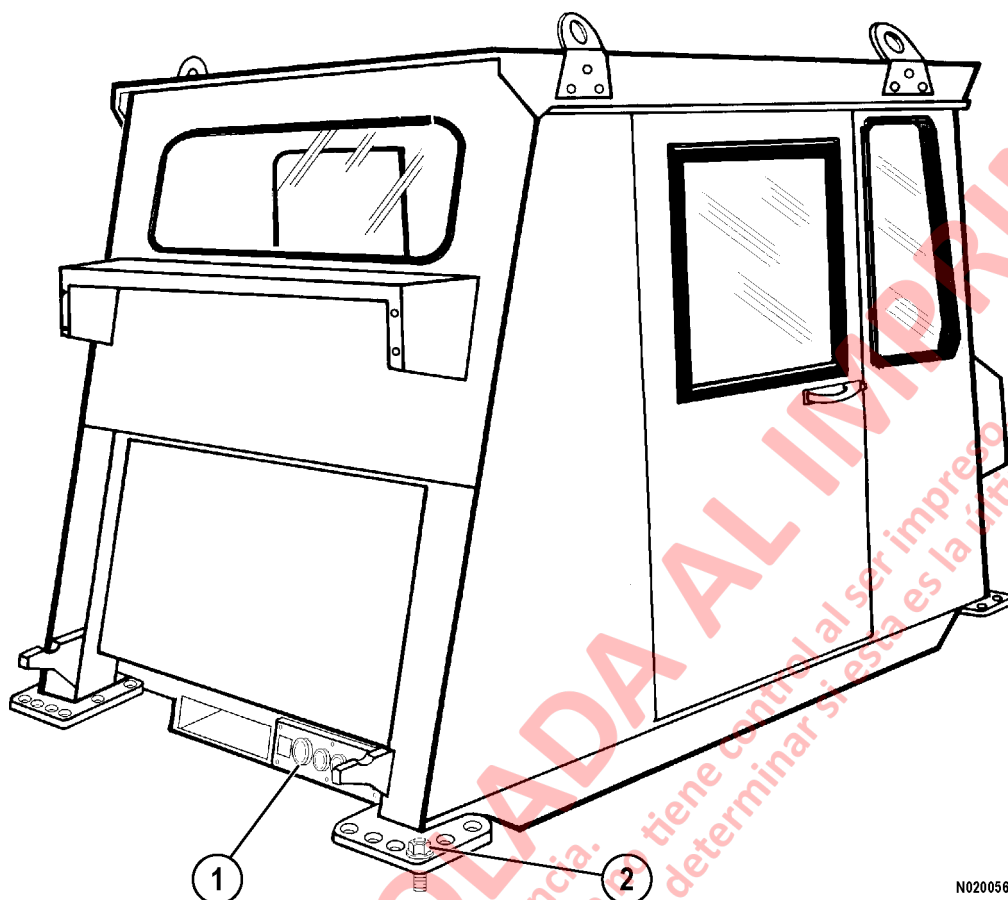

FIGURA 2-2. CONJUNTO DE LA CABINA (VISTA TRASERA)
5. Desconecte los arneses de cableado de la placa de conexión de la cabina (1, Figura 2-2) de la parte trasera de la cabina.
11. Retire los elementos de montaje de la cabina (2, Figura 2-2) de las almohadillas de montaje en cada esquina de la cabina.
4. Dirija los arneses de cableado a la placa de conexión de la cabina (1, Figura 2-2) en la parte trasera de la cabina. Alinee la llave (formato o forma) del conector del cable con la llave del receptáculo y empuje el conector en el receptáculo hasta hacerlos calzar. Atornille con cuidado el retenedor en el receptáculo y apriételo firmemente. Instale las abrazaderas que se retiraron durante el desmontaje del camión.